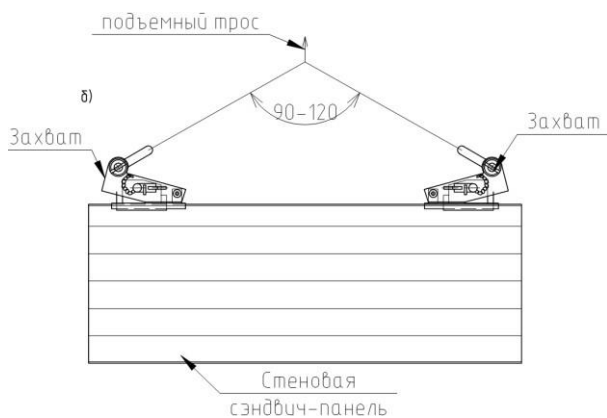

Рис. 5 Схема строповки с помощью захвата стеновых панелей
3. Строповка панели осуществляется также с помощью зажима-струбцины или захвата (см. рис. 5 и 6, 7). Присоединяют зажим-струбцины к панели на расстоянии $1/4-1/5$ длины от торцов. Центр прижимной пластины располагают не ближе 150 мм от края панели. Для стабилизации панели на крюке при перемещении ее к месту монтажа к краям панели присоединяют оттяжки из капронового троса. Поднимать и перемещать монтируемую панель необходимо плавно, без рывков, раскачивания и вращения. Подъем панели осуществляется в два приема: сначала на высоту 20-30 см, а дальнейший подъем – после проверки надежности строповки.